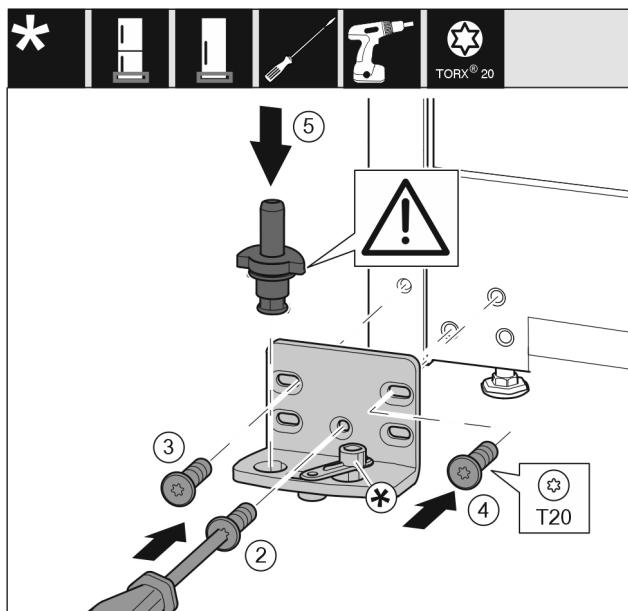

Fig. 17
- Ležajni podstavek namestite na drugo stran in privijte s pomočjo izvijača T20. Pričnite z vijakom 2 spodaj na sredini. Fig. 17 (2)
- Privijte vijaka 3 in 4. Fig. 17 (3,4)
- V celoti vstavite ležajni sornik. Pri tem pazite na to, da je zaskočni zapah obrnjen nazaj. Fig. 17 (5)